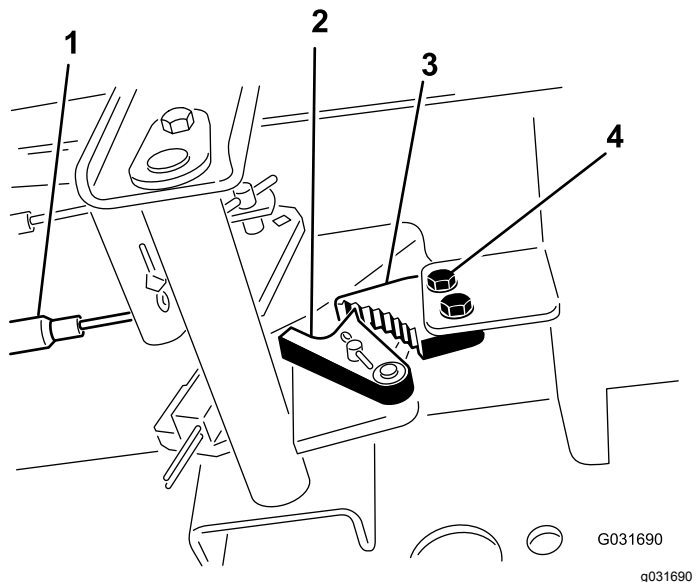

Bild 73
1. Lösen Sie die zwei Schrauben, mit denen die Sperre der Feststellbremse am Rahmen befestigt ist (Bild 73).
2. Drücken Sie das Pedal der Feststellbremse nach vorne, bis der Bremsauslöser ganz an der Bremssperre greift (Bild 73).